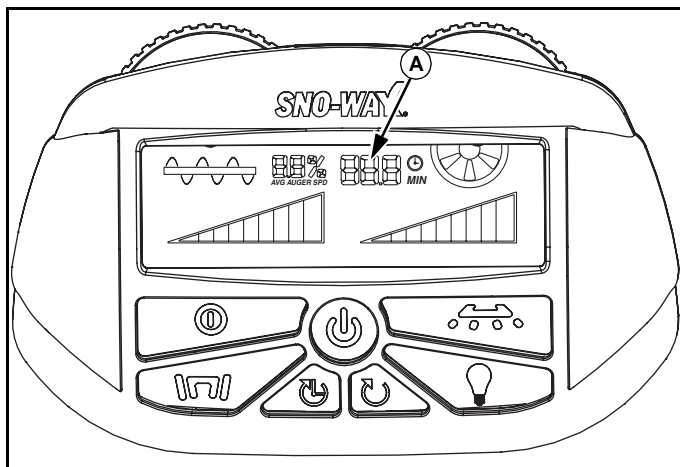

Abb. 1-15
Die Schneckenlaufzeit (A) misst die Zeitdauer, für welche die Schnecke läuft oder nur, wenn Streugut verteilt wird. Der Timer kann bis zu 999 Minuten hochzählen (oder 16,5 Stunden) und setzt dann automatisch zurück. (Siehe Abb. 1-15.)